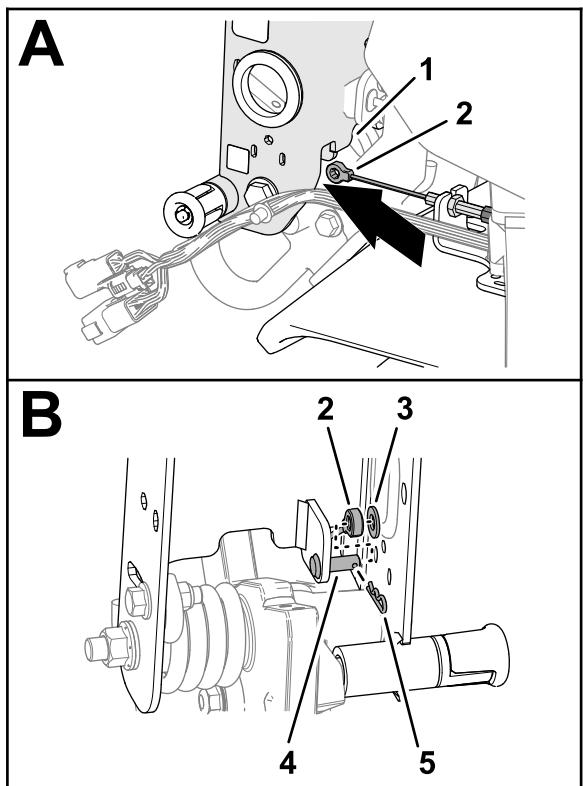

図 7
1. ブレーキケーブルのフィッティングを、ハンドルバーのチャネル部材の下を通して配設する図 7。